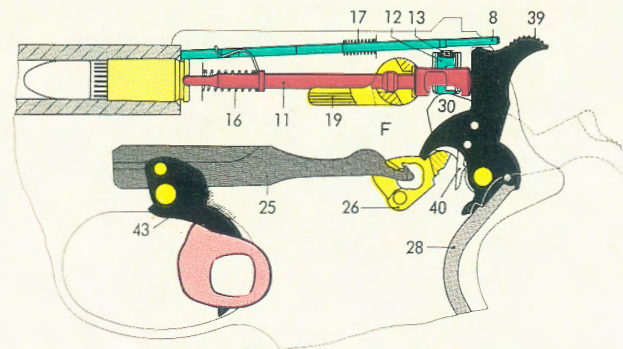

Abb. 6
Der Hahn (39) ist auf den entsperren Schlagbolzen (11) aufgeschlagen, die Schlagbolzenspitze schlägt sich in das Zündhütchen ein und die Patrone zündet. Das Geschöß wird in diesem Moment durch den Gasdruck aus der Patronenhülse herausgedrückt (siehe Abb. 6).